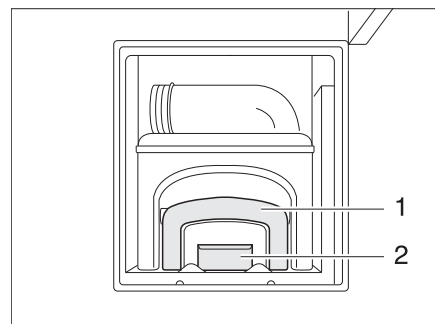

Bild 268 Zugang Fäkalientank, geöffnet
- Entriegelung (Bild 268,2) betätigen und Fäkalientank (Kassette) am Griff (Bild 268,1) herausziehen.